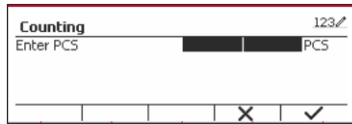

Figure 48
1. Appuyez sur la touche multifonction correspondant à l'icône  pour accéder au sous-menu de saisie du nombre de pièces. (Voir Figure 48)